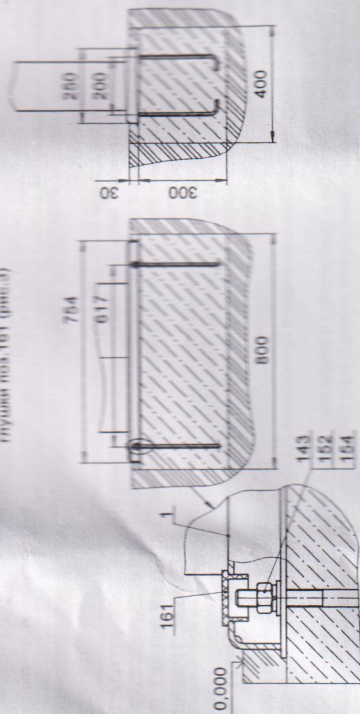

Рис.3
- 12.3.3 Установить в приямок болты анкерные (поз.50) по размерам на рис.3. Произвести заливку приямка бетоном.
Убедиться в сухости и прочности залитого бетона. Установить сначала на анкерные болты и закрепить, установить анкерные болты (поз.101) (рис.3)